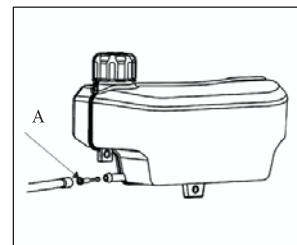

Fig. 14
3. Réinstallez le filtre à carburant (A) et la conduite de carburant. (Voir la figure 14)